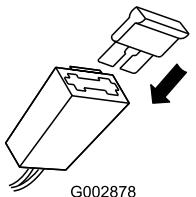

Figura 11
- Inserite il fusibile nel portafusibili (Figura 11).